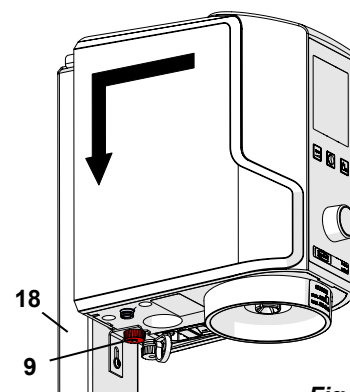

Fig. 3
- ⇒ Firmar o aparelho com a porca serrilhada (9, Fig. 3).